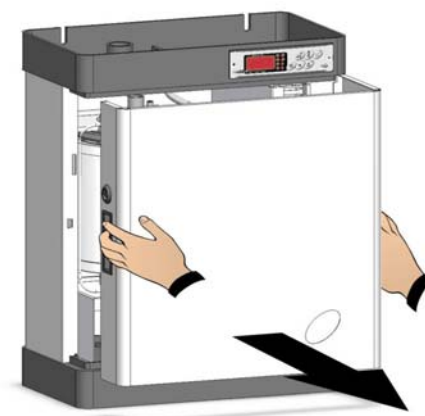

Fig. 7
4. Retirez le carter frontal en le saisissant par les deux poignées placées sur les côtés ; tirez-le vers vous en exerçant une légère pression (fig. 7).